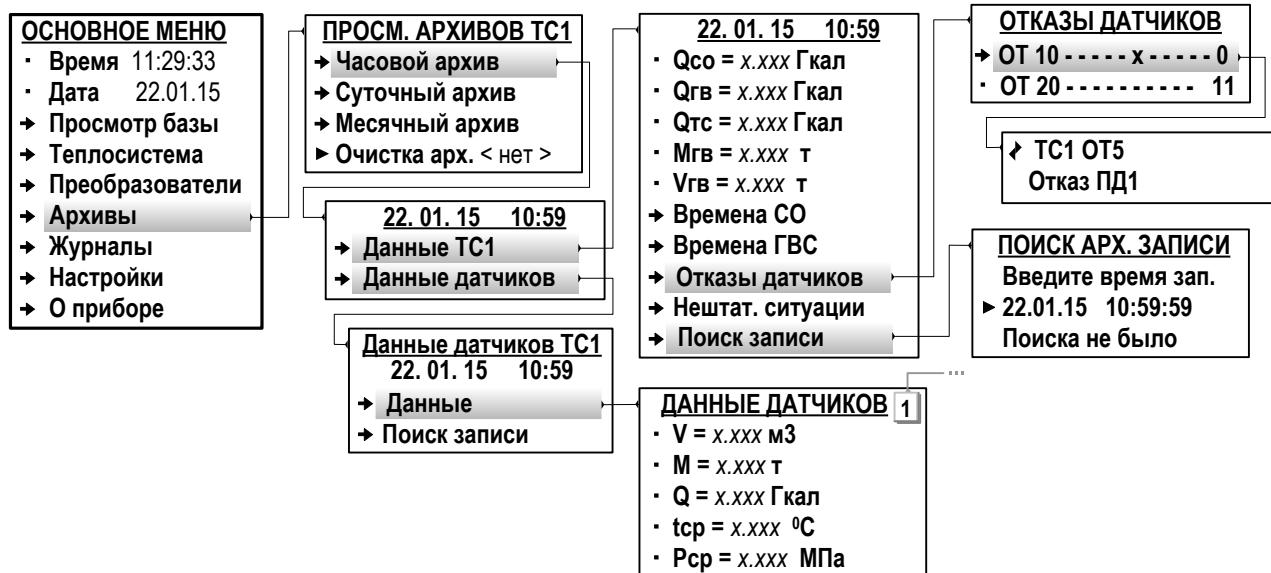

Рис.43. Вид окон индикации меню «Архивы» (режим СЕРВИС).
8.2.1. Результаты измерений и вычислений за определенный период времени работы тепловычислителя сохраняются во внутренних архивах (табл.3). Доступ ко всем архивным данным возможен только по интерфейсу. Доступ к основным архивным данным возможен из меню **Архивы**, вид которого показан на рис.43.
8.2.6. Для удобства просмотра архивных данных в ТВ предусмотрена функция **Поиск записи**. «Время записи», необходимое для начала поиска, вводятся в окне индикации **ПОИСК АРХ. ЗАПИСИ** (рис.43). В зависимости от вида просматриваемого архива параметру **Введите время зап.** (Ведите время записи) необходимо назначить:
8.2.7. Очистка содержимого архивов выполняется в меню **Архивы** (рис.43) в режиме СЕРВИС. В окне индикации **ПРОСМ. АРХИВОВ ТС1 (ТС2)** для параметра **Очистка арх.** следует установить значение **да** и нажать кнопку .